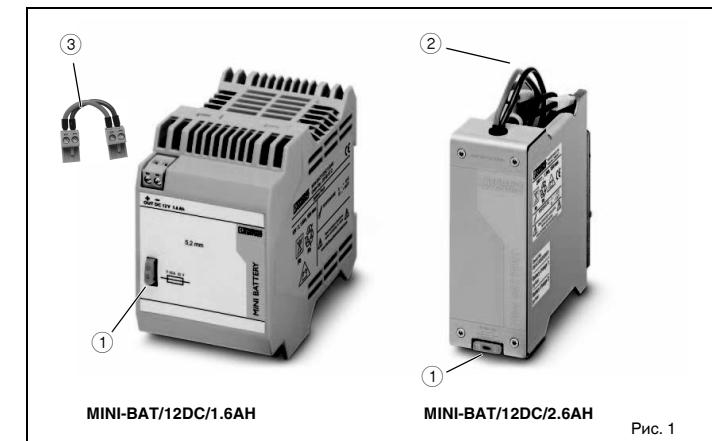
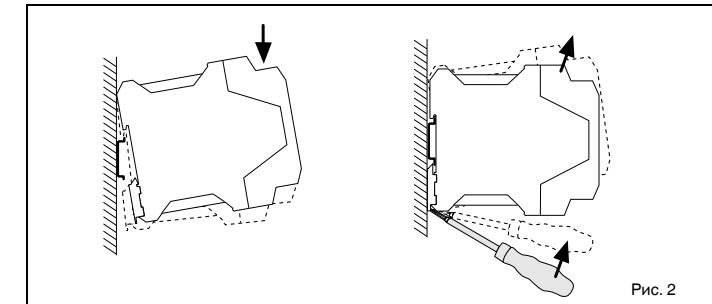

Рис. 1
Рис. 2
2. Geräteanschlüsse (Abb. 1):
- ① DC-Sicherung
- ② Anschlusskabel, fest installiert
- ③ vorkonfektionierte Verbindungskabel rot = +12 V, schwarz = 0 V
Abb./Fig. 1
Abb./Fig. 2
2. Подключение устройств (рис. 1):
- ① Предохранитель постоянного тока
- ② Соединительный кабель, стационарный
- ③ Предварительно подготовленный кабель красный = +12 В, черный = 0 В
3. Монтаж (рис. 2)